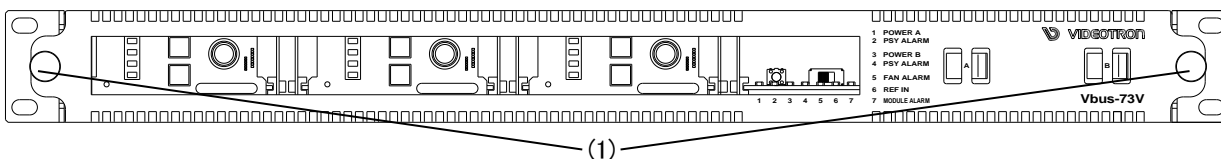

図 7-1 前面
(1) 前面パネルを外します。
・前面パネル固定用ネジ(図 7-1 (1))を十分に緩め、前面パネルをゆっくり手前に引いてカバーを外します。